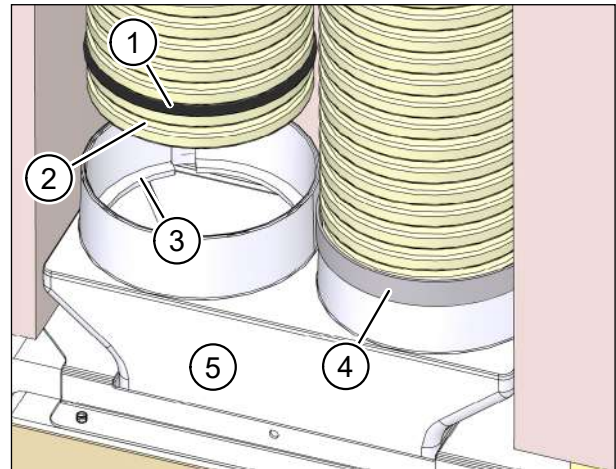

Abb. 58: Flexrohrverbindung mit Dichtband fixieren
- ▶ Setzen Sie Dichtringe (Pos. 1 in Abb. 58) in die zweite Rille am Flexrohr ein. Diese sind als Zubehör M-WRG-FR-DR75 (Art.-Nr. 200023) erhältlich.
- ▶ Setzen Sie die Flexrohre in die Öffnungen des Flexrohranschlusses ein. Stellen Sie sicher, dass die erste Rille am Flexrohr (Pos. 2 in Abb. 58) im Rastring (Pos. 3 in Abb. 58) des Flexrohranschlusses einrastet.
- ▶ Empfehlung: Dichten Sie die Verbindungsstelle mit einer Lage Dichtband von 30 mm Breite ab (Pos. 4 in Abb. 58).
- ▶ Setzen Sie den Flexrohranschluss (Pos. 5 in Abb. 58) in die Öffnung am Mauerkasten ein.